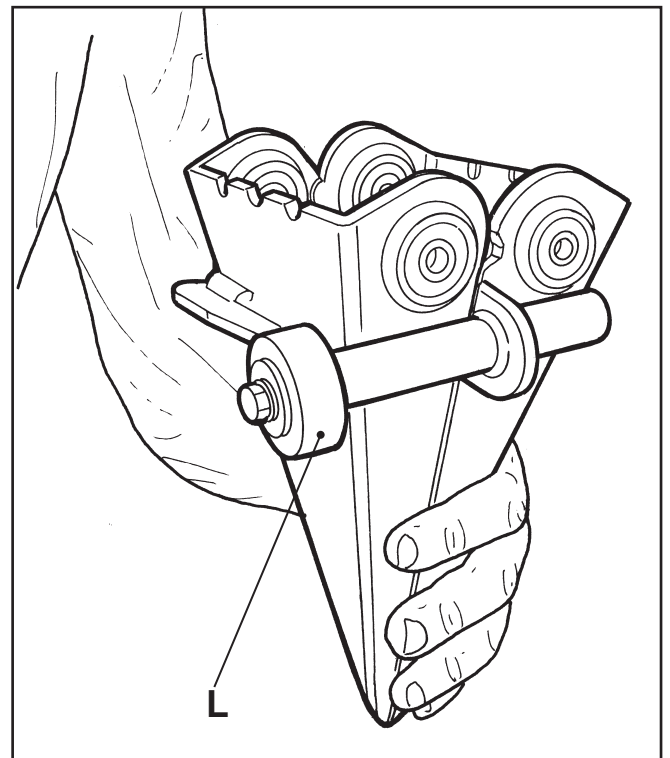

Fig. 2
- Sfilare la coppia ganasce (**Fig. 2**).
- Remove the couple of jaws (**Fig. 2**).
- Décrocher les deux ressorts (H).
- Enlever les quatre vis (I).
- Enlever le couple d'éclisses (Fig. 2).
- Desenganche los dos muelles (H).
- Quite los cuatro tornillos (I).
- Extraiga la pareja de mordazas (Fig. 2).